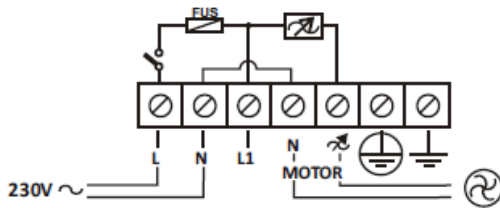

Fig.2.
3. Connect the earth, the fan and line (230 V) according the diagram (Fig. 2).
3. Verbind de aarddraad, de ventilator en voeding (230 V) volgens het diagram (Fig. 2).